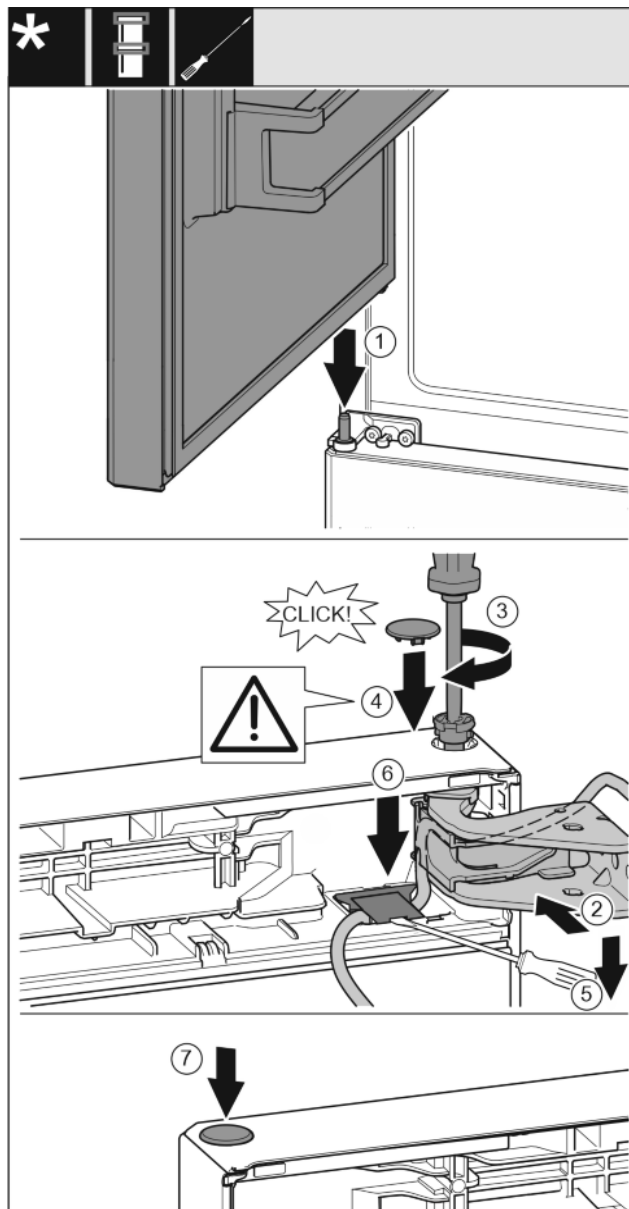

Fig. 33
- ▶ Colocar la puerta superior sobre los pernos de apoyo centrales. Fig. 33 (1)
- ▶ Orientar la parte superior de la puerta respecto a la apertura del soporte de apoyo. Fig. 33 (2)
- ▶ Introducir los pernos y apretar con el destornillador T15. Fig. 33 (3)
- ▶ Montar la cubierta del seguro para asegurar la puerta: Introducir la cubierta del seguro y comprobar que descansa sobre la puerta. De lo contrario, introducir por completo los pernos. Fig. 33 (4)
- ▶ Con el destornillador para tornillos de cabeza ranurada, elevar la cubierta y extraerla. A continuación, introducir el cable por debajo. Fig. 33 (5)
- ▶ Volver a colocar la cubierta y presionar hacia abajo hasta que quede encajada. Fig. 33 (6)
- ▶ Introducir los tapones. Fig. 33 (7)